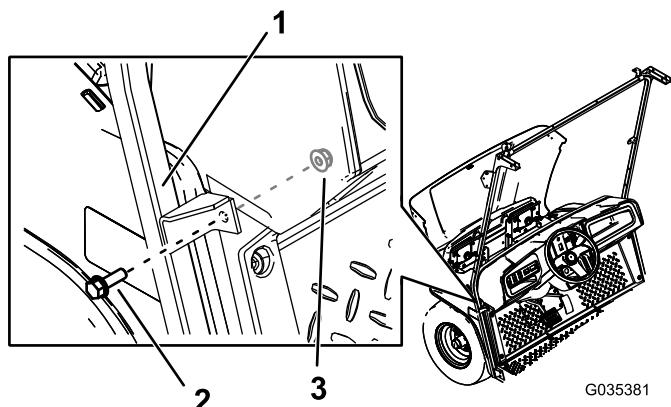

图5
4. 用 2 个六角凸缘螺栓 ($5/16 \times 1$ 英寸) 和 2 个螺母 (5/16 英寸) 将风挡支撑的中间支架固定到机器上钻出的孔内 (图5)。